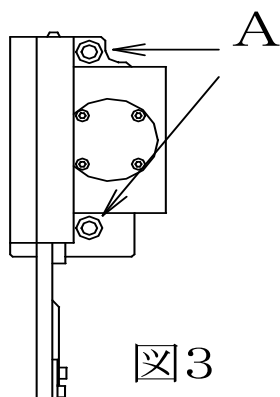

図3
手前に水平にガイドパイプにあたらないように、静かに引きます。〈図3参照〉
- “カッターブロック”を取り付けます。カップリングの凹凸、ピン、ノックピンとノック穴を正確に合わせ取り付け、図3のAのネジを締めて下さい。